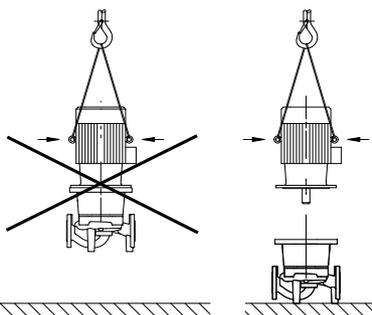

Fig. 35: Транспортировка электродвигателя
- Проушины для транспортировки на электродвигателе служат только для транспортировки электродвигателя, транспортировка всего насоса с их помощью недопустима (Fig. 35).